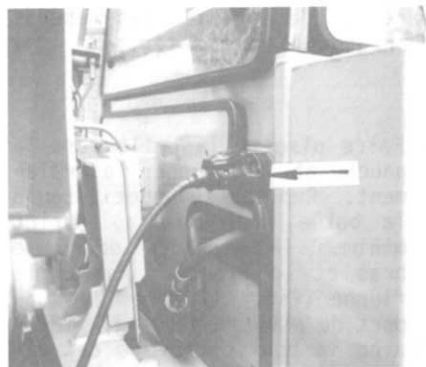

Bild 15
- Kabelstecker für StVZO-Beleuchtung mit der Steckdose (Bild 15/Pfeil) an der Fahrerstandrückseite rechts verbinden. Eine Beleuchtungskontrolle ist durchzuführen.
- Brancher la fiche du cable de ce dispositif d'éclairage exigé par le code de la route sur la prise de courant (fig. 15/flèche) et vérifier le fonctionnement de l'ensemble.